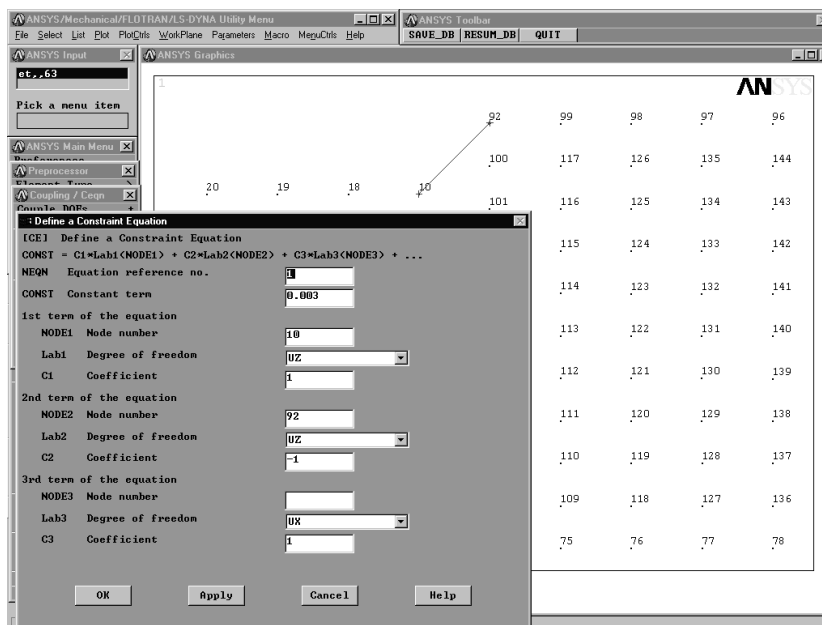

Рис. 10.4. Связывание узлов по определенному закону
## 10.9. Наложение ограничений на узловые перемещения (см. рис. 10.4)
3. Задать: номер уравнения **NEQN=1**; **CONST=0.003**; номер первого узла **NODE1=10**; вид перемещения в первом узле **Lab1=UZ**;  $C_1=K_1=1$ ; номер второго узла **NODE2=92**; вид перемещения во втором узле **Lab2=UZ**;  $C_2=K_2=-1$  (см. рис. 10.4)